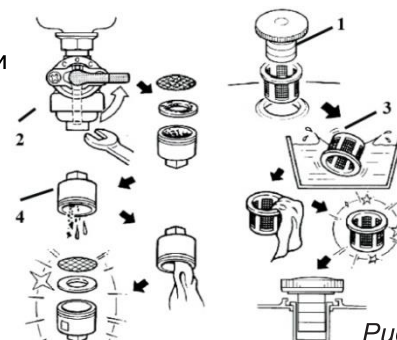

Рис. 6
- открутите крышку бензобака (1, рис.6) и колпачок крана подачи бензина (2, рис.6), стараясь не повредить уплотнение;
- удалите загрязнения с фильтров (3 и 4, рис.6) промыванием в растворителе и продувкой;
Слейте или полностью выработайте имеющееся в баке топливо (слив производится снятием колпачка крана подачи топлива (2, рис.6). Слейте топливо из поплавковой камеры карбюратора, вывинтив пробку (3, рис.7). После слива установите пробку на место и затяните.